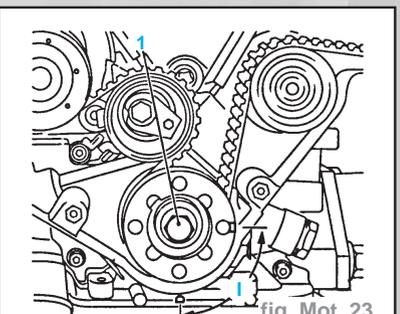

fig. Mot. 23
- Amener le vilebrequin avant "PMH allumage cylindre N°1" dans le sens de rotation du moteur env. 90° (cote I) en agissant sur la vis de fixation des roues d'entraînement de la courroie crantée (fig. Mot. 23).